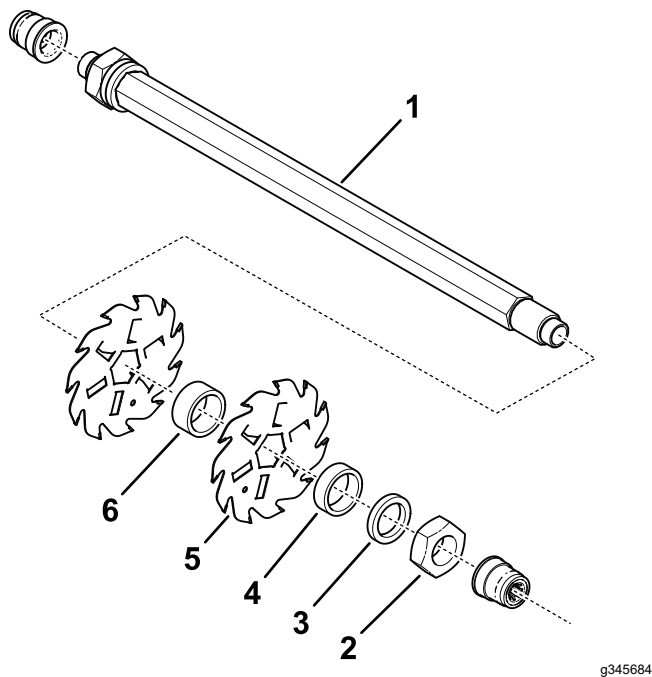
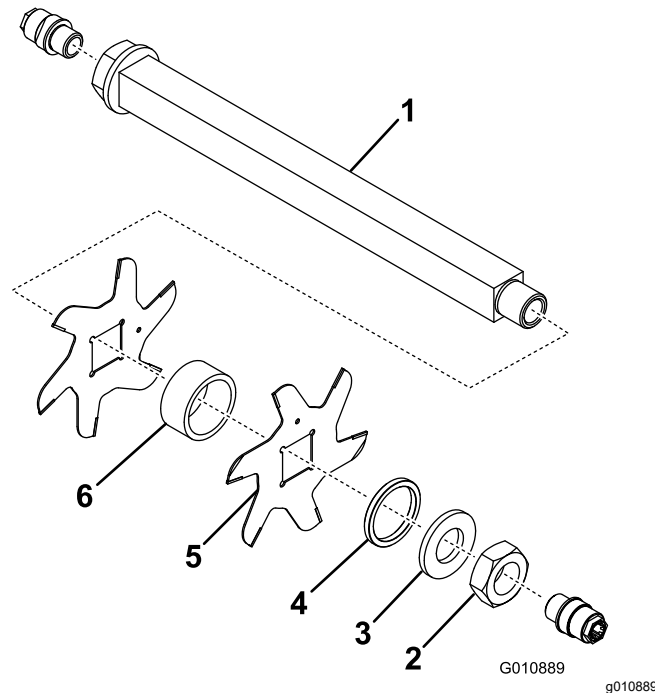

Figura 14
Figura 15
3. Retire o(s) espaçador(es) pequeno(s), a anilha (apenas Modelo 03619), as lâminas e os espaçadores grandes. Limpe e lubrifique o eixo sextavado ou quadrado com uma leve camada de massa para facilitar montagem (Figura 15 ou Figura 14).